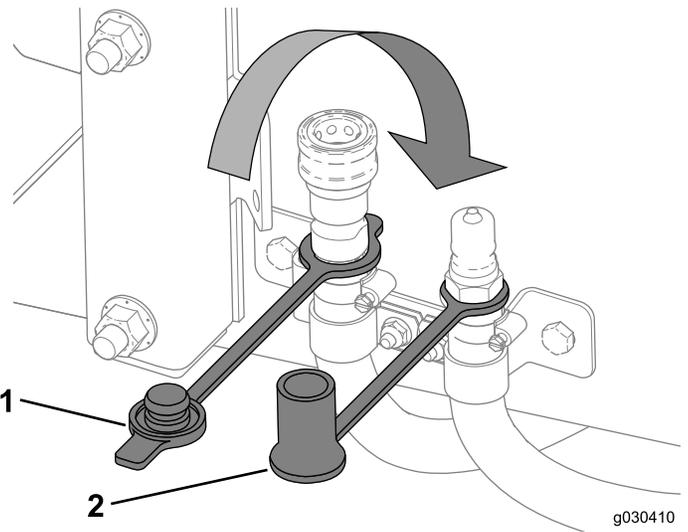

Bild 69
3. Dichten Sie die Heizungsschläuche mit den Staubdeckeln ab (Bild 69).